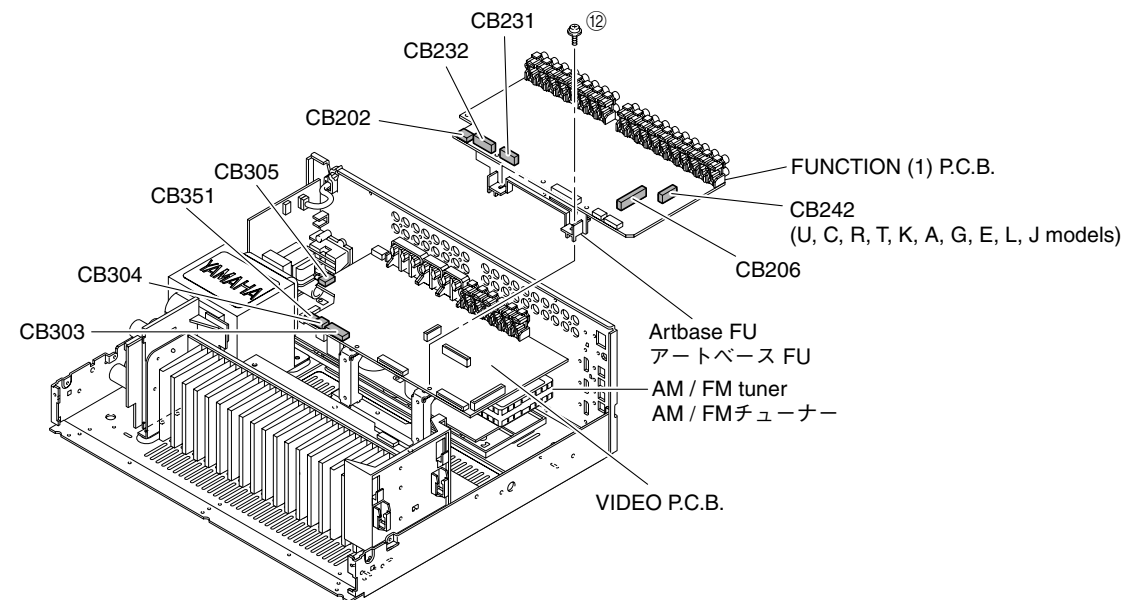

Fig. 5
**5. Removal of FUNCTION (1) P.C.B.**
- a. Remove 2 screws (12). (Fig. 5)
- c. Remove CB202, CB206, CB231, CB232 and CB242 (U, C, R, T, K, A, G, E, L models). (Fig. 5)
- d. Remove the FUNCTION (1) P.C.B. together with artbase FU. (Fig. 5)
- a. ⑫のネジ2本を外します。(Fig. 5)
- c. CB202、CB206、CB231、232、CB242を外します。(Fig. 5)
- d. FUNCTION(1)P.C.B. をアートベースFUと一緒に取り外します。(Fig. 5)
- b. Remove CB303-305 and CB351. (Fig. 5)
- c. Remove the VIDEO P.C.B.. (Fig. 5)
- b. CB303-305、CB351を外します。(Fig. 5)
- c. VIDEO P.C.B.を取り外します。(Fig. 5)
- b. Remove the AM/FM tuner. (Fig. 5)
- b. AM/FMチューナーを取り外します。(Fig. 5)